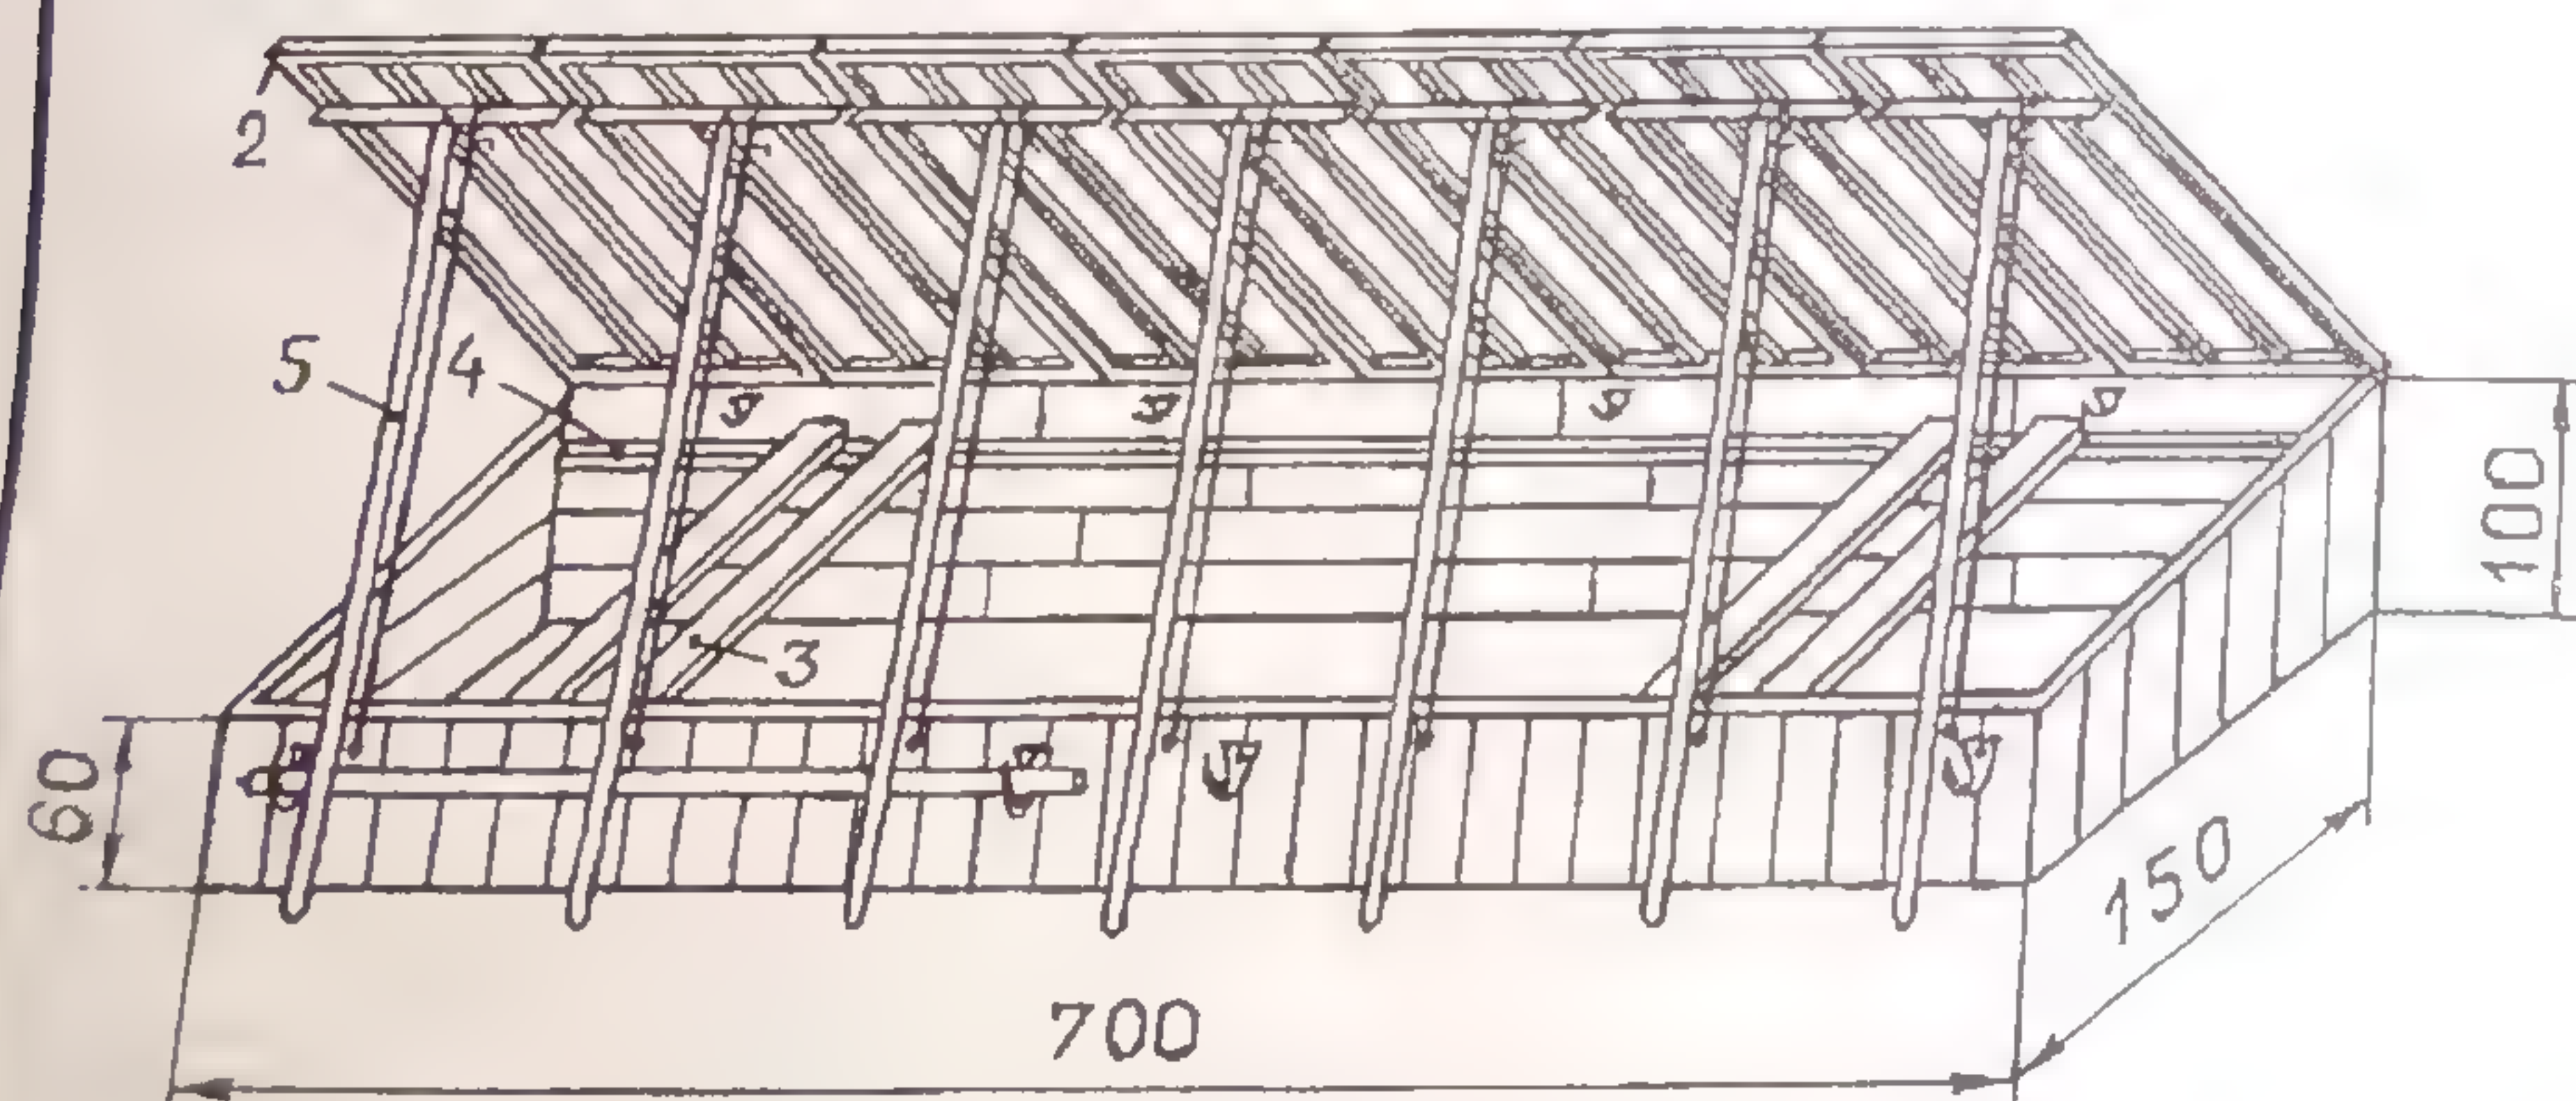

Рис. 1. Простейший односкатный парник с деревянными бортами и внешними остекленными рамами на металлических петлях.
сок (рис. 1, поз. 3) толщиной 2,5-3 см, которые укладываются на прибитые вдоль северного и южного бортов (на одинаковой высоте) деревянные брусья (4) сечением 4,5х4,5 см. Постелив поролон или войлок, на досках (3) можно работать на коленях, на боку (полулежа), а если добавить третью доску, то и лежа. При этом работающий находится над растениями, не касается и не повреждает их. Это особенно удобно тем, кому трудно наклоняться. После окончания работ доски (3) вынимаются или сдвигаются в стороны. Если внутренняя ширина парника разная, одни концы досок можно укладывать и на борт, не отпиливая их по длине.